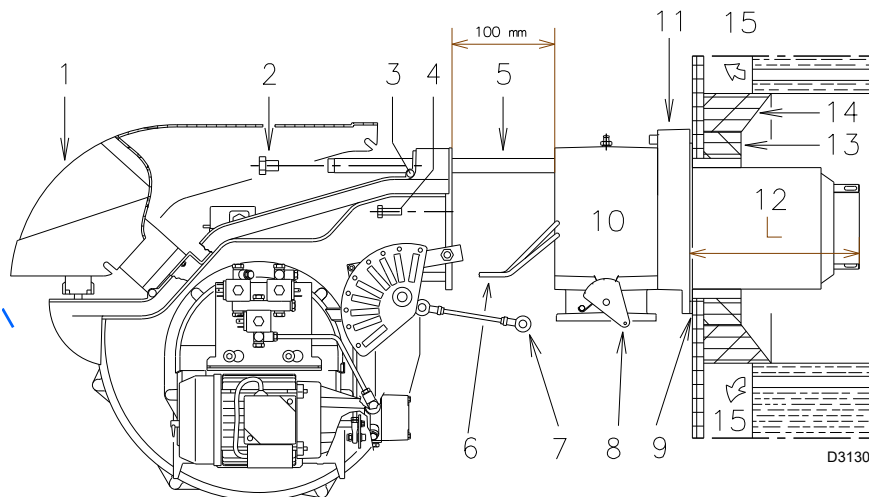
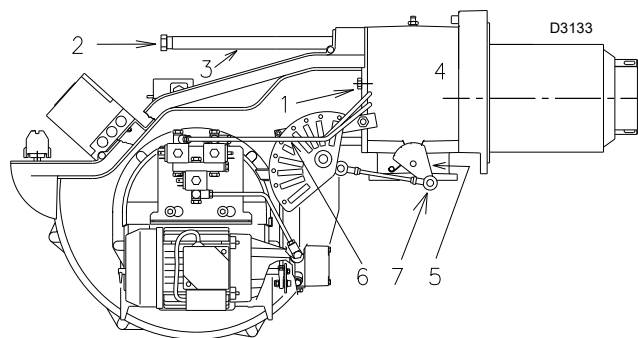

Рис. 14
Рис. 19
Для котлів з передніми димоходом 15) (Рис. 14 на сторінці 19) або камерою інверсії полум'я захист з вогнетривкого матеріалу 13) повинен бути вставлений між футеруванням котла 14) та полуменевою трубою 12).
Для котлів з водяним охолодженням передньої частини футерування 13)–14)(Рис. 14 на сторінці 19) не обов'язкове, якщо виробник котла не вимагає цього спеціально.
Зніміть головку згоряння з пальника, Рис. 14:
- Від'єднайте кабелі електрода й повністю викрутіть пальник з направляючих. Закріпіть трубну муфту з фланцем 11) (Рис. 14) на плиті котла, проклавши між ними ізоляційну прокладку 9) (Рис. 14) з комплекту постачання.
Установіть пальник на напрямних 3) (Рис. 19) на відстані близько 100 мм від трубної муфти 4) (Рис. 19) — пальник у положенні, показаному на Рис. 14.
Вставте кабелі електродів і посуньте пальник до трубної муфти, пальник має бути в положенні, показаному на Рис. 19.
Установіть гвинти 2) в напрямних 3) (Рис. 19).
Зафіксуйте пальник на трубній муфті гвинтами 1) (Рис. 19).
Під'єднайте трубки дизпалива, закрутивши два штуцери 6) (Рис. 14).
Приєднайте шарнірне з'єднання 7) до градуйованого сектора 5) (Рис. 19).